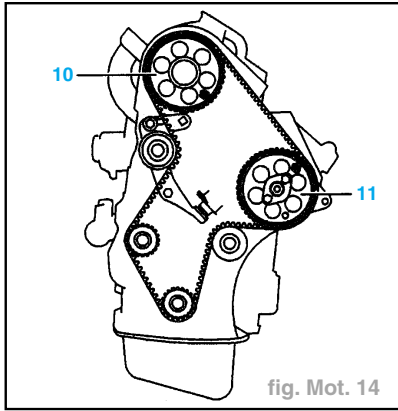

fig. Mot. 14
- Piger (fig. Mot. 14) :
- la poulie d'arbre à cames (10) ; utiliser 1 vis **M8x1,25**.
- la poulie de pompe d'injection (11) ; utiliser 1 vis **M8x1,25**.